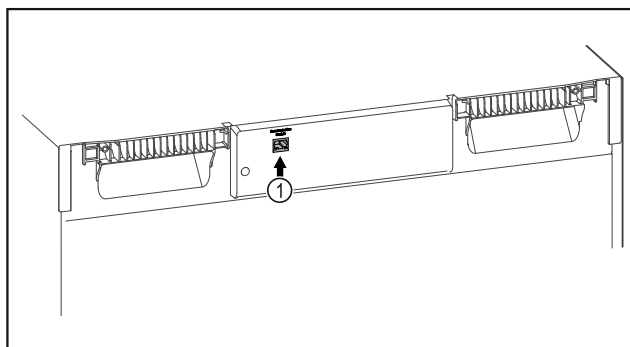

Fig. 98
- ☐ SmartModule Fig. 98 (1) ist eingesetzt.